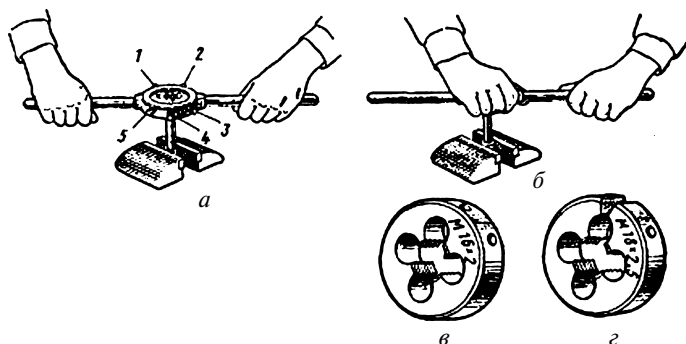

Рис. 48. Нарезание наружной резьбы плашкой:
4. Установить плашкодержатель с плашкой на стержень перпендикулярно к его оси. Слегка надавливая правой рукой на плашку, вращать ее левой рукой до надежного врезания плашки в металл (рис. 48).